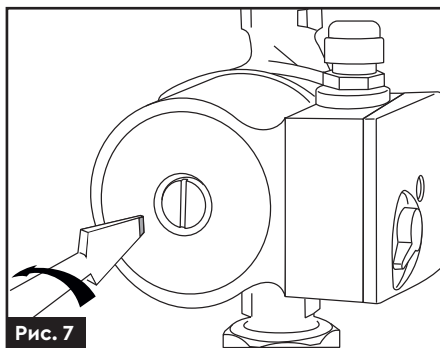

Рис. 7
1. Викрутіть пробку випуску повітря для видалення повітря з насоса (рис. 7).